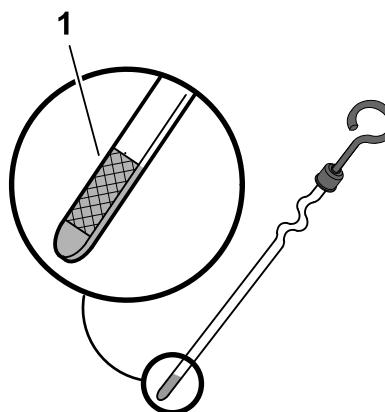

図 30
4. ディップスティックを補給管の中にしっかりと差し込む 図 30。